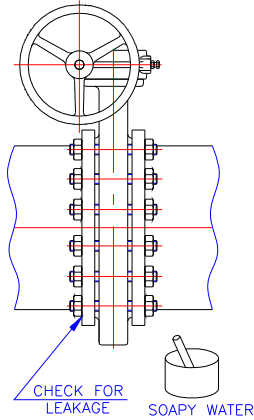

Fig.24
- 18.2.8 安装阀门及锁紧阀兰螺丝后，将阀瓣打开、管内试气压，以检查法兰接合之部位是否会泄漏。(Fig.24)